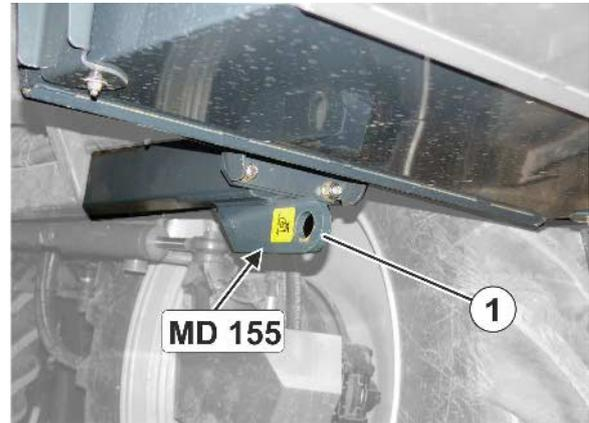

Fig. 4
- Un punto de amarre delantero (Fig. 4/1)